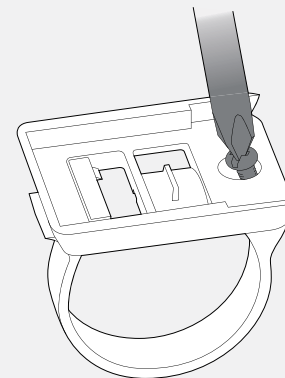

Abbildung 24. Anziehen der Schraube.
6. Setzen Sie an der Vorderseite des Computers die Schraube ein und ziehen Sie sie fest (Abbildung 24).